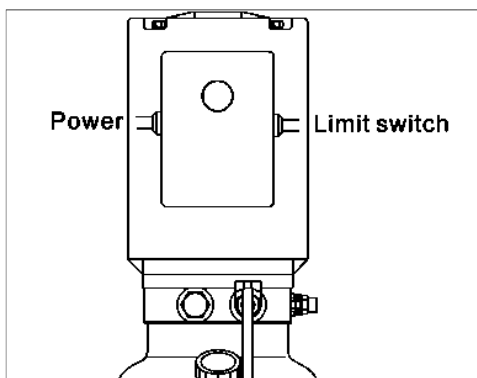

Fig. 35
- Подключите кабель электропитания и концевой выключатель к клеммной коробке на распределительной коробке электродвигателя (Рис. 35) в соответствии с электрической схемой на Стр 4.
- Закройте крышку электрической панели, нажмите кнопку запуска (Рис. 35), вращение электродвигателя должно происходить согласно направлению, указанному стрелкой на корпусе электродвигателя.